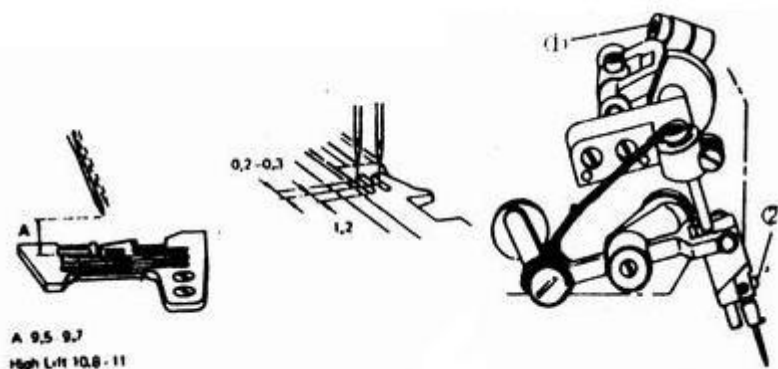

Рис.12
(1) Игла и игольная пластинка. Рис. 12.